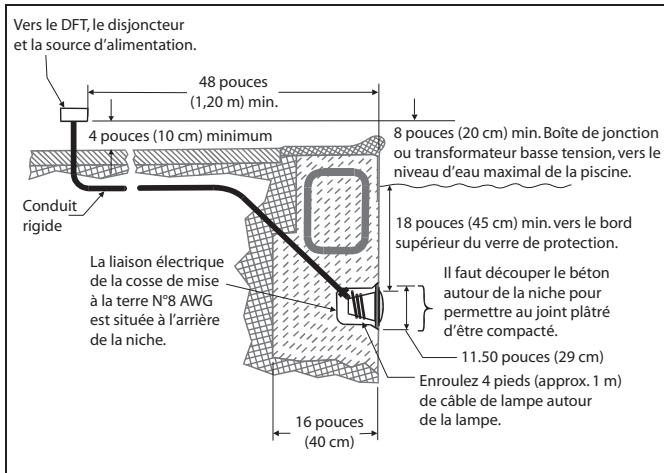
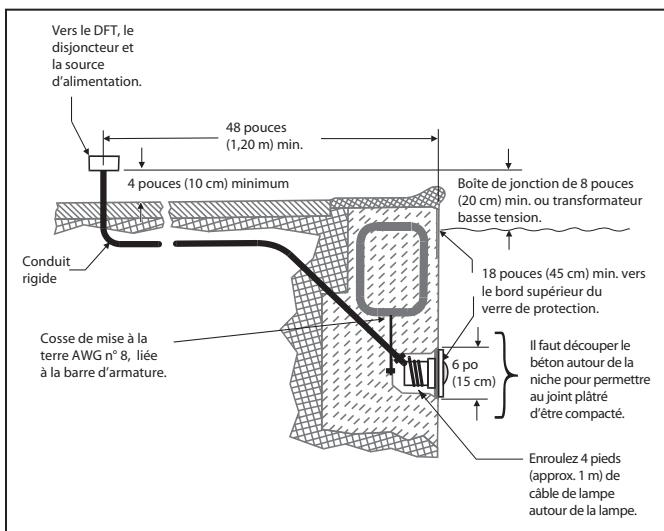

Figure 1. Installation d'une lampe blanche de piscine Jandy
Figure 2. Installation d'une lampe blanche de spa Jandy
REMARQUE : L'électricien doit compléter les étapes préparatoires avant d'installer la lampe ; voir la Figure 1 (ou la Figure 2 pour le spa).
- La boîte de jonction (ou le transformateur basse tension pour les modèles 12 Volts) doit se trouver à au moins huit (8) pouces (20 cm) au-dessus du niveau de l'eau, à au moins quatre (4) pouces (10 cm) au-dessus du niveau du sol et du deck de piscine et à au moins quatre (4) pieds (90 cm) du bord de la piscine ou du spa ; voir la Figure 1 pour les piscines et la Figure 2 pour les spas.
- La lampe et tous les composants métalliques qui se trouvent dans un rayon de cinq (5) pieds (1,5 m) de la piscine ou du spa doivent être correctement mis à la terre électriquement et ce, à un point de terre fiable.
- La niche immergée doit être installée correctement de manière à ce que le bord supérieur du verre de protection de la lampe immergée soit situé à au moins 18 pouces (45 cm) sous le niveau de l'eau de la piscine ou du spa. Voir la Figure 1 ou 2.
- La niche immergée doit être correctement reliée à la terre via une cosse de mise à la terre No. 8 AWG située à l'arrière de la niche. Voir la Figure 1 ou 2.
- Faites passer le câble dans le conduit vers la boîte de jonction, en laissant au moins quatre pieds (122 cm) de câble enroulé autour de la lampe. Voir la Figure 1 (ou la Figure 2 pour le spa). Ces quatre (4) pieds (122 cm) de câble permettront l'entretien de la lampe après le remplissage du spa ou de la piscine.
- Coupez le câble au niveau de la boîte de jonction, en laissant environ six (6) pouces (15 cm) de câble pour les connexions.
- Dénudez six (6) pouces (15 cm) du câble pour exposer les trois fils isolés. *Attention de ne pas endommager les isolants des trois (3) fils qui sont à l'intérieur du câble.*
- Installez le serre-câble sur la gaine de câble et connectez les trois (3) fils aux fils du circuit correspondants dans la boîte de jonction. Installez le couvercle de la boîte de jonction.
2. La boîte de jonction (ou bien, pour les modèles de 12 volts, le transformateur basse tension) doit être située à au moins 8 pouces (20 cm) au dessus du niveau de l'eau, à au moins 4 pouces (10 cm) au dessus du niveau du sol ou du bord de la piscine, et à au moins 48 pouces (122 cm) du rebord de la piscine ou du spa. Voir la Figure 1 (ou la Figure 2 pour le spa).
3. La lampe et tous les composants métalliques qui se trouvent dans un rayon de cinq (5) pieds (1,5 m) de la piscine ou du spa doivent être correctement mis à la terre électriquement et ce, à un point de terre fiable.
4. La niche immergée doit être installée correctement de manière à ce que le bord supérieur du verre de protection de la lampe immergée soit situé à au moins 18 pouces (45 cm) sous le niveau de l'eau de la piscine ou du spa. Voir la Figure 1 (ou la Figure 2 pour le spa).
5. La niche immergée doit être correctement reliée à la terre via une cosse de mise à la terre No. 8 AWG située à l'arrière de la niche. Voir la Figure 1 (ou la Figure 2, pour le spa).
5. Laissez au moins 4 pieds (122 cm) de câble à enrouler autour de la lampe ; voir la Figure 1 (ou la Figure 2 pour le spa). Cela permettra d'assurer l'entretien de la lampe quand le spa ou la piscine sera rempli d'eau.
6. Coupez le câble au niveau de la boîte de jonction, en laissant au moins six (6) pouces (15 cm) de câble pour faire les connexions.
7. Dénudez le câble sur six (6) pouces (15 cm) pour exposer les trois fils internes isolés. Prenez garde de ne pas abîmer l'isolant des 3 fils intérieurs.